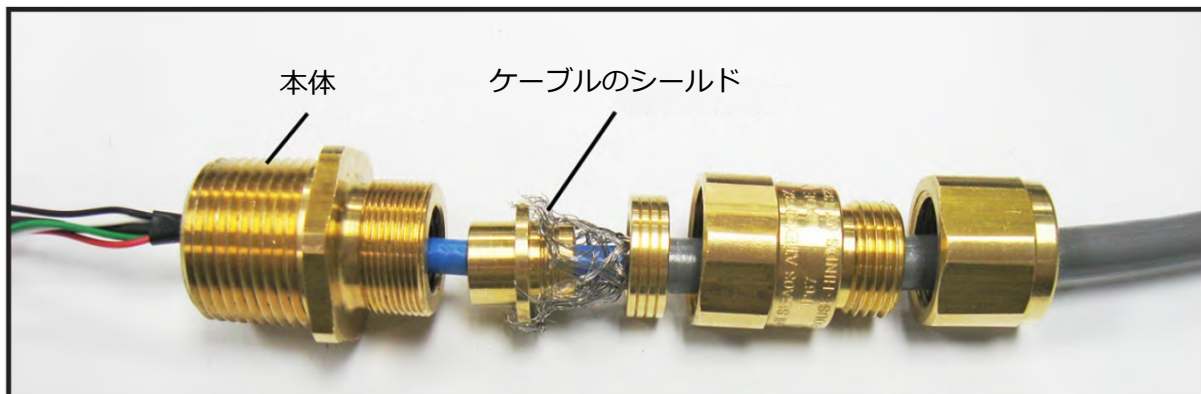

図90：正しいケーブルグランドの組み立て（品番419-217）
- d. 図90のように、編組シールドをほぐし、コーンの周りに均等に広げます。リングを押し込み、シールドを固定します。
重要： シールドは、図90のようにケーブルグランド内で終端する必要があります。